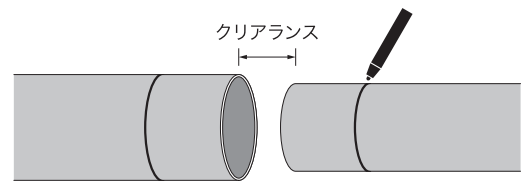

図1
2. パイプの挿入量が左右同じになるように、それぞれのパイプに印をつけます(図1)。